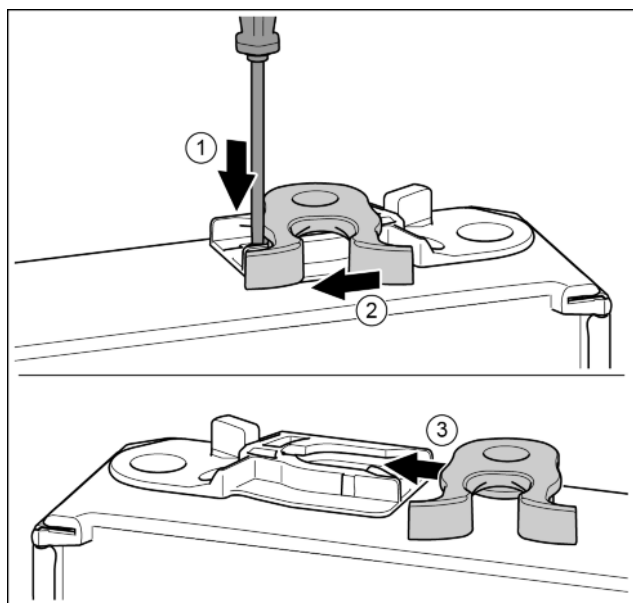

Fig. 17*
- ▶ Нажать накладку шлицевой отверткой вниз. Fig. 17 (1)*
- ▶ Запорный крючок вывести из направляющей. Fig. 17 (2)*
- ▶ Запорный крючок вставить в направляющую с другой стороны. Fig. 17 (3)*